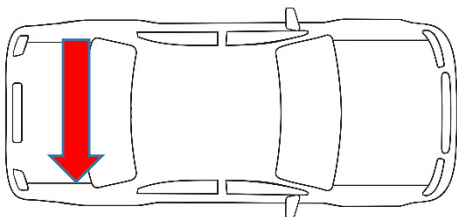

**Fig.1**
4. Para desmontar los casquillos viejos, coloque la herramienta como se indica en la Fig.1.
5. El casquillo debe ser desmontado desde el lado exterior hacia la parte central del vehículo (Fig.1).